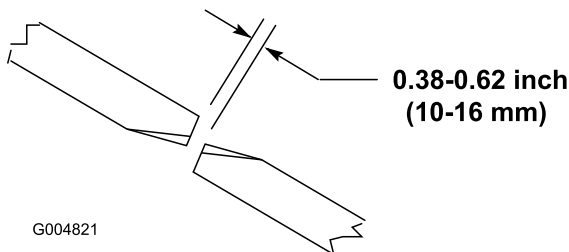

Figura 27
Per garantire il funzionamento ottimale dell'apparato di taglio occorre una luce di 10-16 mm tra la punta delle lame degli apparati di taglio laterali e quelle dell'apparato centrale (Figura 27).
2. Ruotate una lama centrale ed una laterale adiacente in modo che le punte delle loro lame siano allineate. Misurate la distanza tra le punte delle lame, che deve essere di 10-16 mm circa (Figura 27).